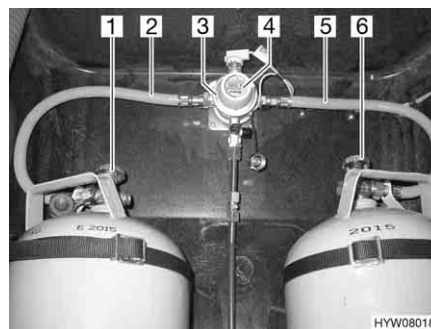
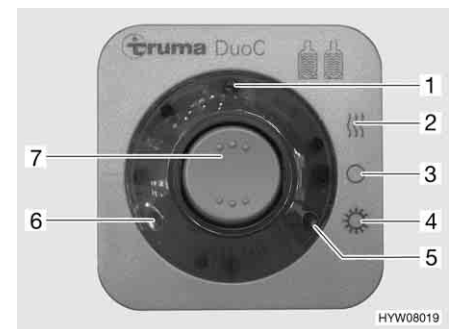

Fig. 103 Impianto di commutazione DuoControl
Fig. 104 Centralina di controllo
L'impianto di commutazione DuoControl è costituito da una valvola di commutazione (Fig. 103,3) e da una centralina di controllo (Fig. 104). La valvola di commutazione è installata tra i tubi del gas (Fig. 103,2 e 5). Con la manopola
(Fig. 103,4) sulla valvola di commutazione è possibile stabilire, quale delle bombole del gas viene utilizzata come bombola in uso e quale bombola del gas viene utilizzata come bombola di riserva.
Sulla centralina di controllo (Fig. 104) possono venire azionate solo le funzioni elettriche. Le valvole principali di arresto delle bombole del gas (Fig. 103,1 e 6) devono essere aperti manualmente.
La valvola di commutazione garantisce una pressione del gas costante, indipendentemente da quale bombola provenga l'alimentazione del gas. Le due spie di controllo sulla centralina di controllo indicano il livello di riempimento della bombola in uso. Se è accesa la spia di controllo verde (Fig. 104,6), la bombola in uso è piena. Se è accesa la spia di controllo rossa (Fig. 104,5), la bombola in uso è vuota. Il rifornimento di gas avviene poi tramite la bombola di riserva.
- Aprire le valvole principali di arresto delle bombole del gas (Fig. 103,1 e 6).
- Con la manopola (Fig. 103,4) sulla valvola di commutazione (Fig. 103,3) selezionare la bombola del gas, da cui proviene la principale alimentazione del gas (bombola in uso).
- Sulla centralina di controllo (Fig. 104) attivare l'impianto di commutazione DuoControl.
Posizionare l'interruttore a bilico (Fig. 104,7) su funzionamento invernale "On e riscaldamento" (Fig. 104,2) oppure su funzionamento estivo "On" (Fig. 104,4). La valvola di commutazione è ora disareata. La spia di controllo gialla (Fig. 104,1) è accesa, se si seleziona la modalità di funzionamento invernale e l'impianto antighiaccio con regolatore è attivato.
- Portare l'interruttore a bilico (Fig. 104,7) in posizione "O" (Fig. 104,3). La spia gialla di controllo (Fig. 104,1) si spegne.
- Chiudere le valvole principali di arresto delle bombole del gas (Fig. 103,1 e 6).
Le spie di controllo sulla centralina di controllo (Fig. 104,5 e 6) segnalano all'interno del veicolo, se la bombola in uso è pronta al funzionamento.
Se la spia di controllo verde (Fig. 104,6) si spegne durante il funzionamento e la spia di controllo rossa (Fig. 104,5) si accende, significa che la bombola del gas selezionata come bombola in uso è vuota e deve essere sostituita. La bombola di riserva continua ad alimentare le utenze a gas.